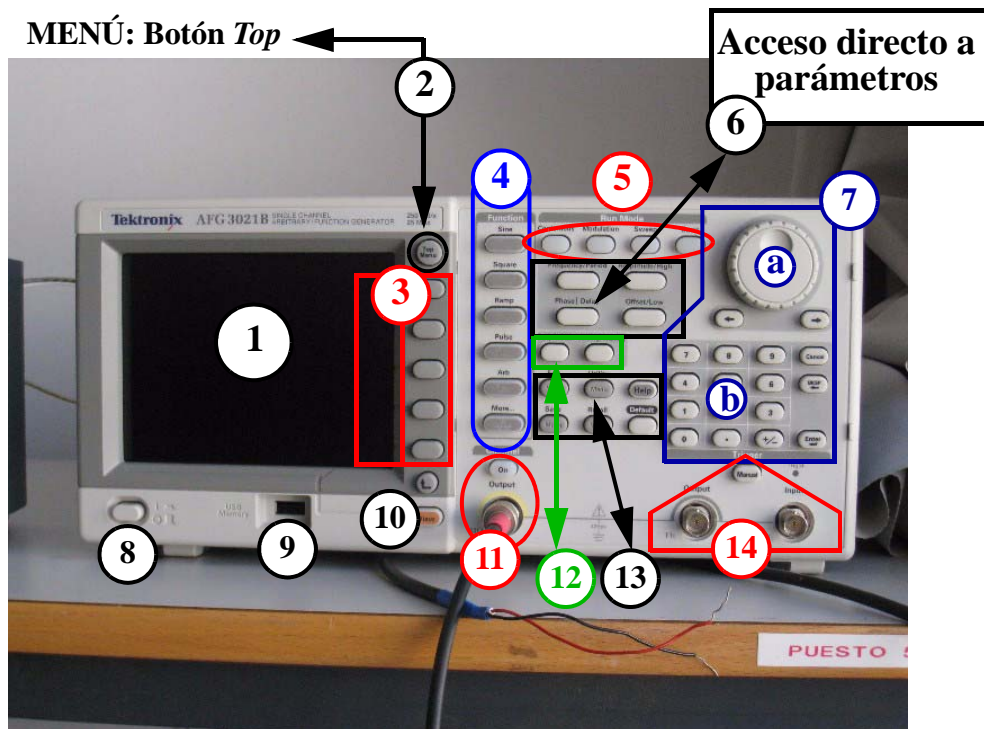
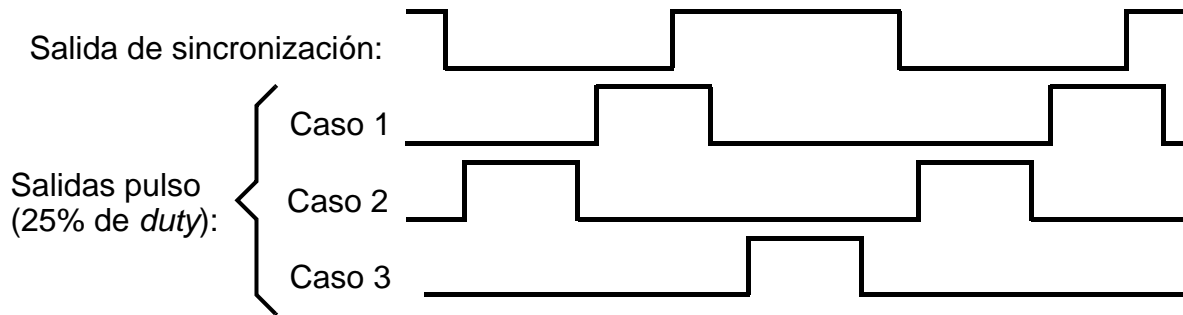

Figura 13: Mandos del generador de señal GF-917
Figura 14: Ejemplo de dos señales generables con un AFG 3021
El modelo AFG 3021B es un nuevo generador de funciones, potente, y de uso fácil e intuitivo. La Figura 13 muestra este modelo, externamente muy parecido al TDS 1012 que es un osciloscopio de la misma familia y que se describe en el Apartado 6. Las principales características del AFG 3021B son:
- 1 de Figura 13: Pantalla en la que se representan los parámetros de la señal generada y su forma de onda. La representación puede ser modificada mediante el botón *View* (10 de Figura 13).
- 2 de Figura 13: Botón superior del menú (*Top menu*).
- 3 de Figura 13: Zona de menús. Los botones permiten el acceso directo a los parámetros que aparecen en la zona contextual de la pantalla (parte derecha de la pantalla). Las acciones que se pueden ejecutar varían según lo que se esté observando en el menú.
- 4 de Figura 13: Selección del tipo de señal. Además de las básicas (senoidal, cuadrada y triangular), incorpora la de tipo pulso (*Pulse*), las arbitrarias (*Arb*) y otras más (*More*).
- 5 de Figura 13: Modos de operación: *Continuous* (continuo, que es el modo de operación normal), *Modulation* (con modulación AM, FM, PM, PSK y PWM), *Sweep* (barrido) y *Burst* (ráfaga).
- 6 de Figura 13: Botones para el acceso directo a los parámetros: Frecuencia o periodo, Amplitud o valor alto (*High, H*), Fase o retraso, y *Offset* o valor bajo (*Low, L*).
- 7 de Figura 13: El cambio en el valor de los parámetros se puede hacer de forma continua (botón 7a) o de forma numérica (botones 7b).
- 8 de Figura 13: Botón de encendido (On/Off)
- 9 de Figura 13: Puerto USB. El contenido de la pantalla de este generador se puede almacenar en una memoria USB (en un formato .BMP en ficheros TEK00nnn.BMP). Para ello: 1/Se inserta la memoria USB; 2/Se pulsán simultáneamente las dos teclas de flecha debajo de 7b (Figura 13); y 3/Se pulsa OK tras aparecer la pregunta en pantalla. También se puede guardar/recuperar las configuraciones del generador y las formas de onda arbitrarias diseñadas.
- 10 de Figura 13: Botón *View*, sirve para modificar lo que se ve en la pantalla.
- 11 de Figura 13: Salida (*Output*) de la señal y botón para permitir (*On*) o no que salga.
- 12 de Figura 13: Botones para parámetros propios del modo Pulso. Uno de ellos, *Duty/Width*, regula en qué porción del periodo está el pulso en alto. El otro, *Leading/Trailing*, regula los tiempos de transición del pulso.
- 13 de Figura 13: Botones para funciones de menú. Incluye el botón *Default*, el cual recupera los valores por defecto de señal senoidal de 1 MHz y una amplitud de  $1 V_{pp}$  [el valor "pp" o pico a pico mide la diferencia entre el valor superior y el inferior, por lo que corresponde a "2·A" siendo A la amplitud de la expresión senoidal  $v(t) = A \cdot \sin(\omega \cdot t)$ ].
- 14 de Figura 13: Terminal de disparo de entrada o de salida, así como botón de disparo manual.
1) Seleccionar Top Menu (2 de Figura 13)
2) Seleccionar opción "Output menu" (3 de Figura 13)
3) Seleccionar opción "Load Impedance" (3 de Figura 13)
4) Elegir una opción entre las tres posibles: i) 50 ohm, ii) Load (en este caso, definirla entre 1 ohm y 10Kohm); e iii) High Z .(3 de Figura 13)
Para uso en circuitos compatibles TTL, la salida de sincronización (14 de Figura 13) es una señal cuadrada que puede usarse como señal digital para el circuito. Por otra parte, la salida normal (11 de Figura 13), cuando se utiliza en modo pulso puede ser definida como señal digital con un *duty* variable (*duty*: % que permanece en H respecto al periodo). Esto permite disponer con un sólo generador de 2 señales como las mostradas en la Figura 14. En esta figura la señal de pulso posee un duty del 25% pero se han representado tres casos distintos según el valor del retraso de la señal de pulso. Así, es posible conseguir que el valor H de la señal de pulso ocurra durante el flanco positivo de la señal de disparo (caso 1), durante el nivel L de la señal de disparo (caso 2) o durante el nivel H de la señal de disparo (caso 3).
Una vez que se disponga de cables coaxiales para ambas salidas, se procederá como sigue para generar alguno de los casos mostrados en la Figura 14:
- Generar una señal de pulso: Pulsar *Pulse* en 4 de Figura 13; y establecer la frecuencia y los niveles de tensión L y H adecuados (3, 6 y 7 de Figura 13).
- Establecer el valor de *duty* deseado (12 y 7 de Figura 13) y variar el retraso (*delay*, 6 y 7 de Figura 13) hasta obtener la forma de onda deseada.